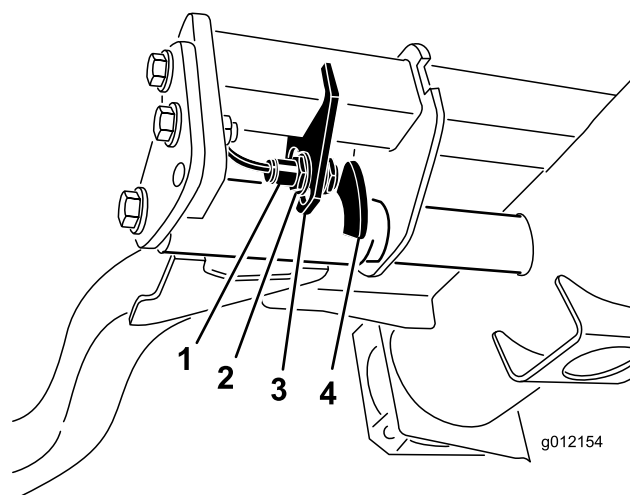

Figura 43
- El interruptor del brazo de elevación está situado debajo del depósito de aceite hidráulico y detrás del brazo de elevación delantero derecho (Figura 43).
- Afloje los tornillos de montaje del interruptor (Figura 43) y desplace el interruptor hacia abajo para aumentar la altura de giro del brazo de elevación, o hacia arriba para reducir la altura de giro del brazo de elevación. Apriete los tornillos de montaje.